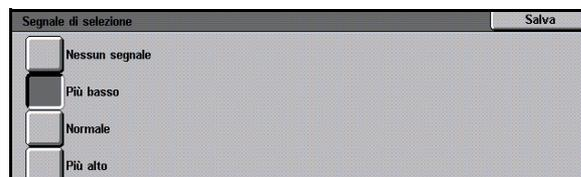

Fig. 41: Schermata di impostazione dei segnali acustici
- Per gli altri segnali (Fig. 41), selezionare **Nessun segnale**, **Più basso**, **Normale** o **Più alto**.